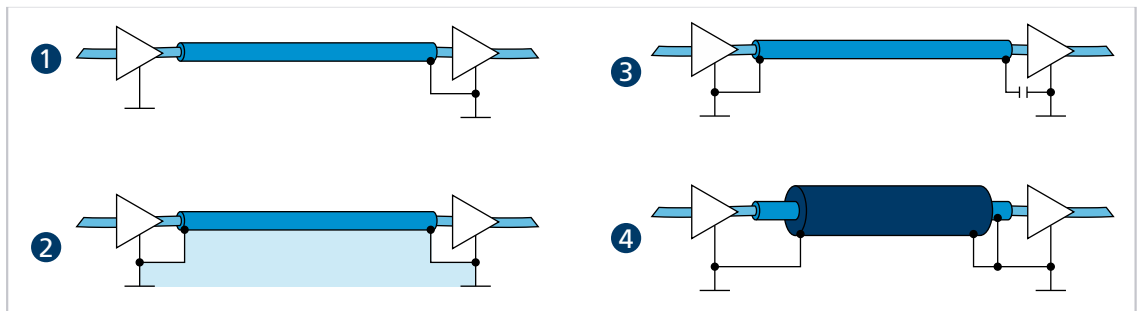

Abb. 33: Verschiedene Möglichkeiten der Schirmanbindung
- ▶ Die Motorphasen in einem Schirm, getrennt von den Sensor- oder Encodersignalen, führen und mindestens motorseitig auflegen (siehe 1 bzw. 2 in Abb. 33).
Optional können die Sensorsignale mit den Motorphasen in einem gemeinsamen Kabel/Isolationsschlauch unter Verwendung eines weiteren Außenschirmgeflechts geführt werden. Dieses Außenschirmgeflecht muss beidseitig aufgelegt werden (z. B. 4 in Abb. 33). Eine Lösung wie 2 in Abb. 33 ist für diese Konfiguration nicht in jedem Fall funktionsfähig. Falls dies durch Erdversatz nicht möglich ist, die HF-Verbindung über speziell geeignete Kondensatoren (z. B. Safety-Kondensatoren wie Y1/Y2/X1/X2, siehe 3 in Abb. 33) herstellen. Dabei den Schirm außer an Motoranschluss- und Controllerseite nicht mehrfach auflegen.